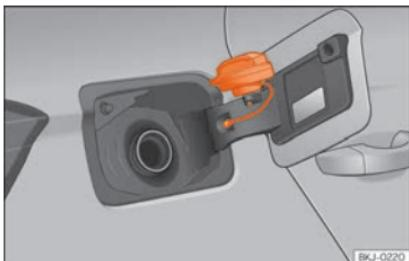

Fig. 192 Tapa del depósito con el tapón encajado.
- Colóquelo en el espacio que hay en la bisagra de la tapa abierta » fig. 192.